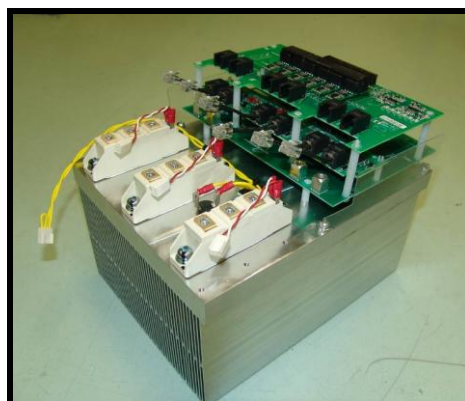

Figura 7.3.14. Retirar las tarjetas gate drive inferior e intermedia.
- 4) Extraemos la tarjeta gate drive inferior e intermedia juntas. (ver figura 7.3.14)